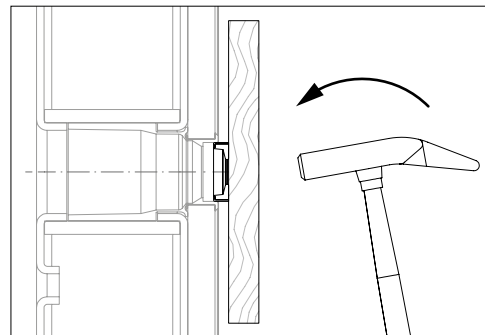

Fig. A14.05b
2. Insérer le joint avec la cale et le marteau jusqu'à ce qu'il affleure. (Fig. A14.05b)